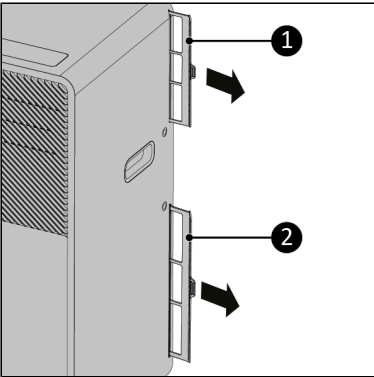

Abbildung 57.
3. Das Gerät verfügt über zwei Filter im Geräteinneren. Ziehen Sie beide Filter (Abbildung 57, Pos. 1 & 2) seitlich aus dem Gerät heraus.